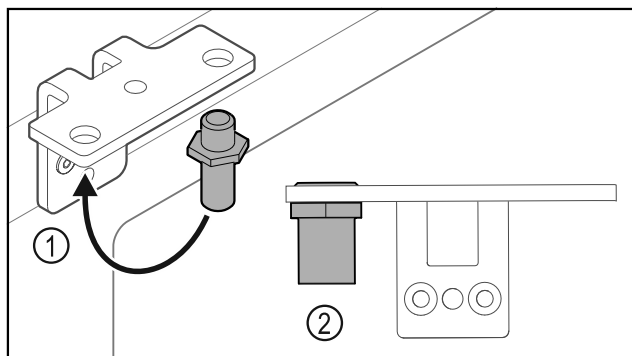

Fig. 34
- Cambiar la posición del perno Fig. 34 (1) en la escuadra de bisagra.
- Apretar el perno Fig. 34 (2) con un **par de 12 Nm**.